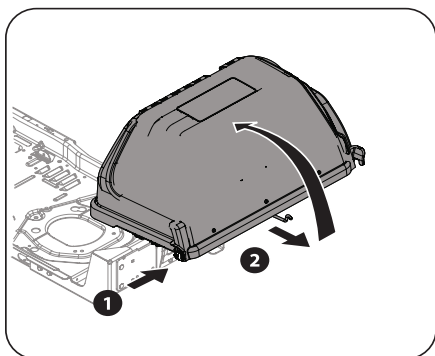

Figure 5-1
Soulevez le couvercle du bac récupérateur en pressant sur la patte arrière droite avec votre main droite (1) et en soulevant le couvercle à partir du milieu avec votre main gauche (2). Voir Figure 5-1.